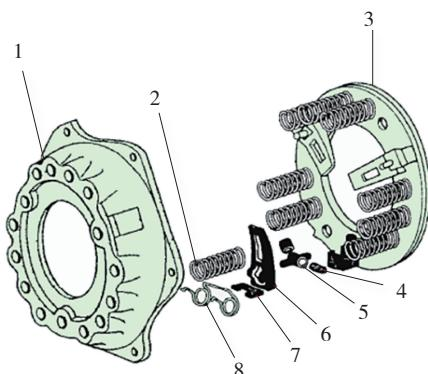
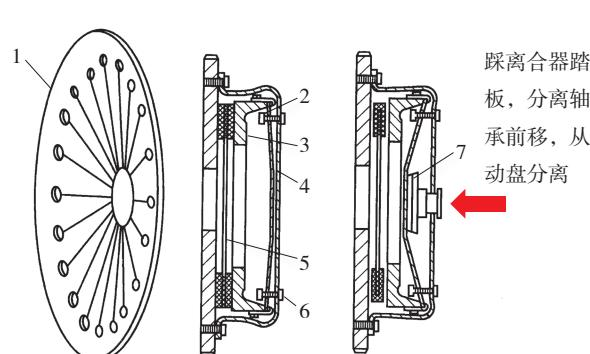

图 1-1-1 周布螺旋弹簧离合器
图 1-1-2 膜片弹簧离合器
(1) 根据压紧弹簧的形式及布置位置不同，分为周布螺旋弹簧离合器（图 1-1-1）、中央弹簧离合器、斜置弹簧离合器和膜片弹簧离合器（图 1-1-2）等，其中膜片弹簧离合器在轿车、轻型车和中型车上应用较多。